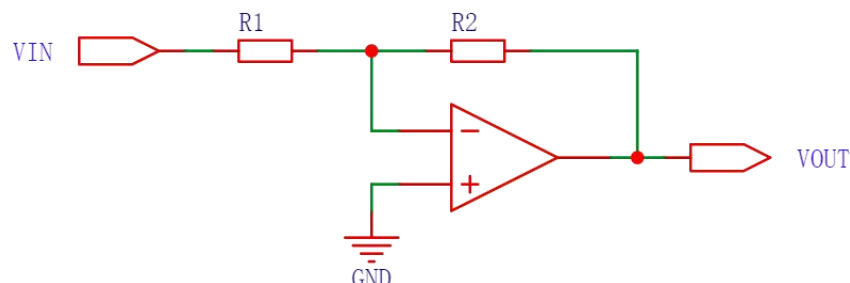

图 16: 反相放大器
**反相放大器** (Inverting Amplifier) 是最常用的运算放大电路，如图 16 所示。请利用运放的虚断和虚短计算反相放大器输出电压  $V_{out}$  与输入电压  $V_{in}$  的关系。